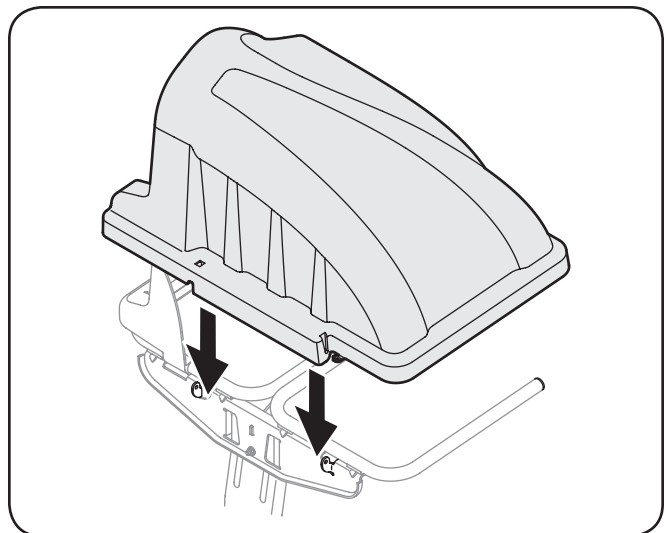

Figure 4-14
5. Installez le couvercle du dispositif d'ensachage sur l'assemblage du support de sac, comme illustré à la figure 4-14. Le couvercle de plastique doit être installé à l'intérieur des deux languettes de montage.